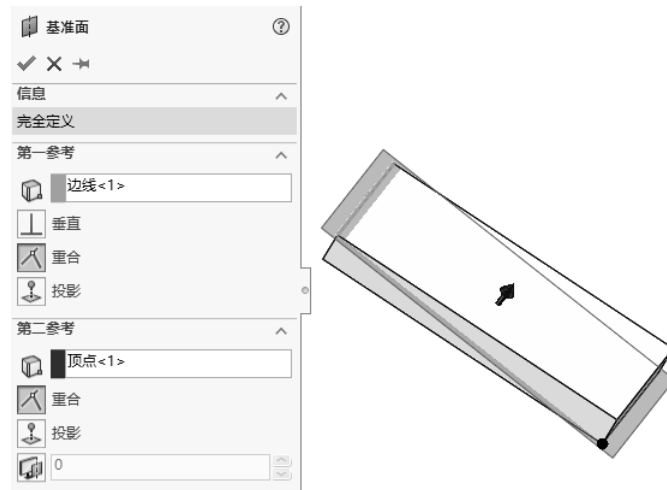

图 1-88 点和线的方式创建平面
(1) 使用 1 个点和 1 条直线的方式创建基准面，如图 1-88 所示。